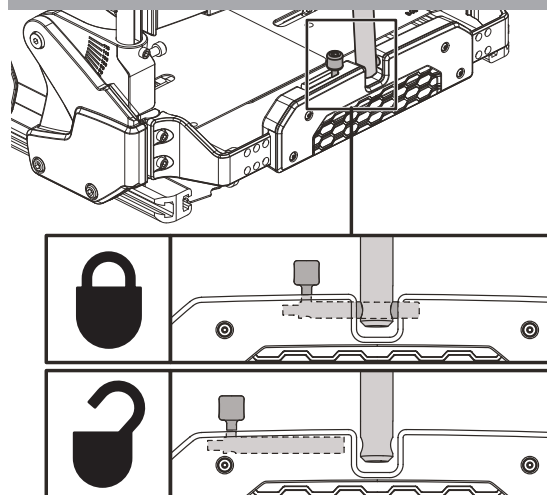

Figure 5. Dossier plié vers l'avant (goupille de verrouillage)
1. Retirez la goupille de verrouillage. **Voir la figure 5.**
2. Réinstallez la goupille de verrouillage et s'assurer que tous les composants soient bien fixés. **Voir la figure 5.**